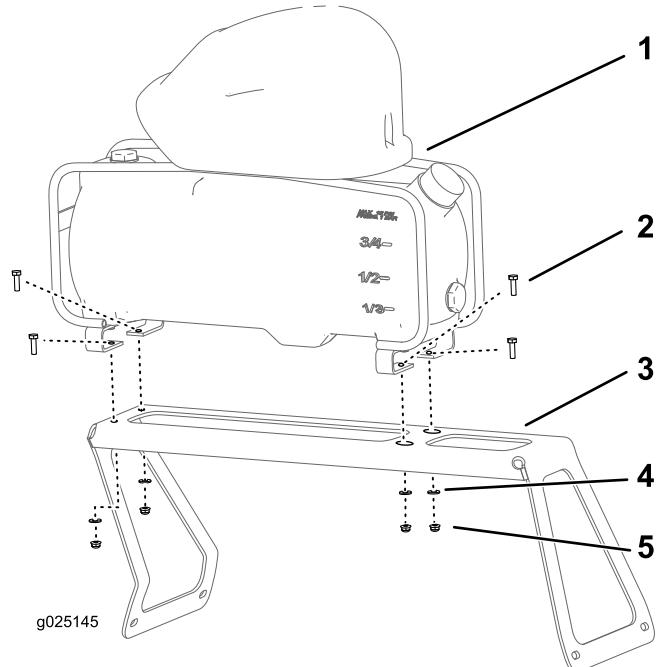

Figura 3
1. Alinhe o depósito do marcador de espuma e compressor no suporte de montagem como se mostra na Figura 3.
2. Prenda o depósito e compressor no suporte (Figura 3) com os quatro parafusos (1/4 x 7/8 pol.), quatro anilhas (1/4 pol.) e quatro porcas de bloqueio flangeadas (1/4 pol.).